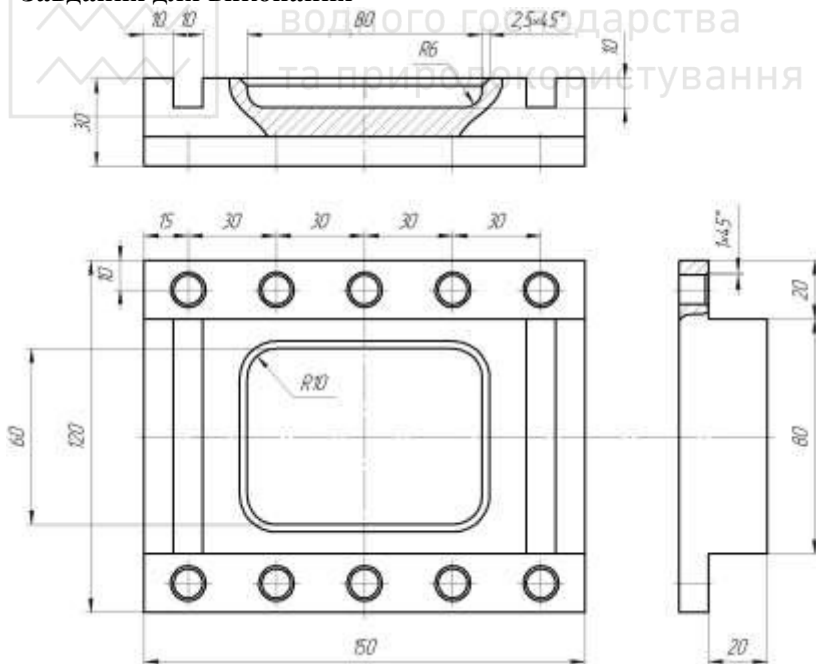

Рис. 12.
4. Виконання завдання за рис. 12.